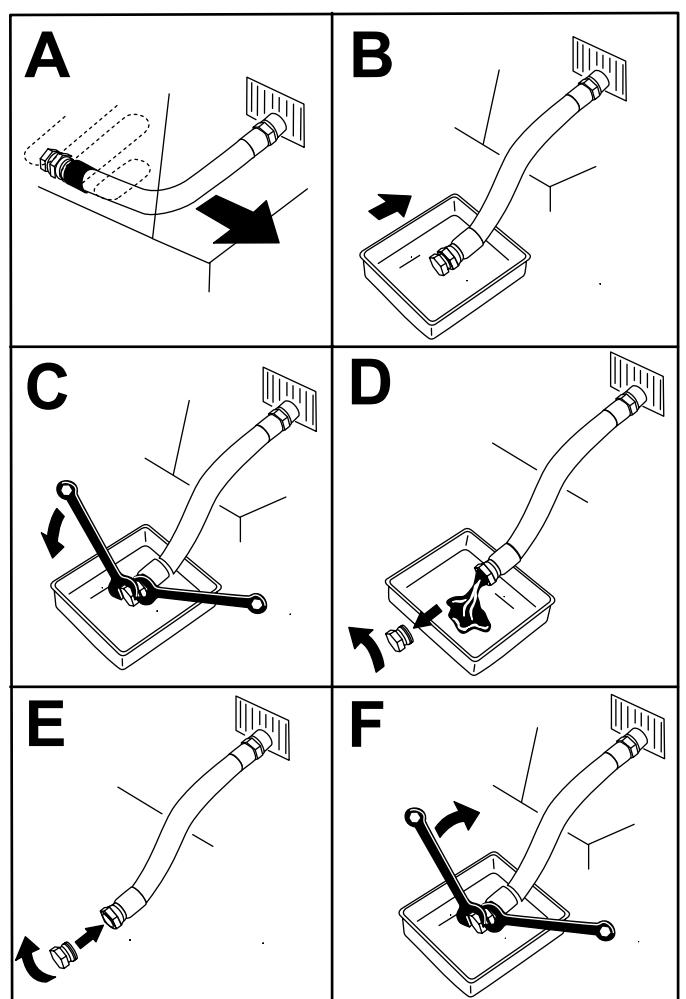

Bild 47
- Lassen Sie das Öl vom Motor ab (Bild 47).